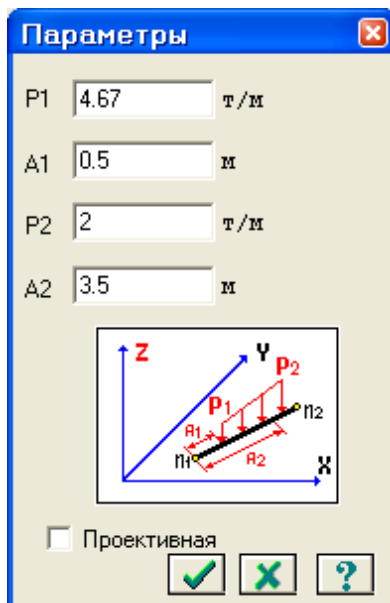

Рис.1.13. Диалоговое окно **Параметры** (трапецевидная нагрузка)
- В этом окне задайте параметры: $P1 = 4.67$ т/м, $A1 = 0.5$ м, $P2 = 2$ т/м, $A2 = 3.5$ м (рис.1.13).